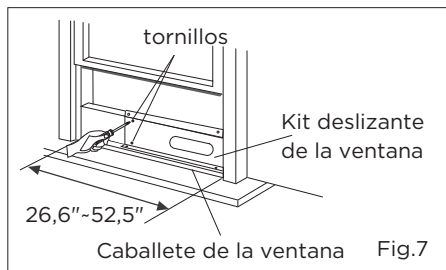
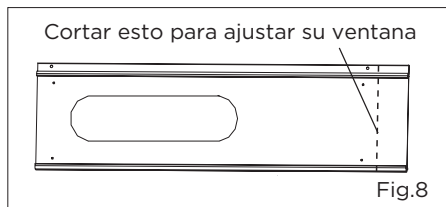
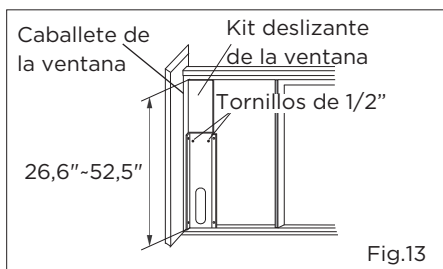

Fig.7
Fig.8
Fig.13
2. Abrir el marco de la ventana y colocar el kit deslizante de la ventana en el caballete de la ventana (Fig.7). Instalar el kit deslizante de la ventana en el caballete de la ventana. Ajustar la longitud del kit deslizante de la ventana según el ancho de la ventana. Atornillar los dos tornillos en el kit deslizante de la ventana. Ver (Fig.7). Cortar el kit deslizante ajustable de la ventana si el ancho de la ventana es menor que 26,6 pulgadas (Fig.8).
2. Abrir el marco de la ventana y colocar el kit deslizante de la ventana en el caballete de la ventana (Fig.13). Instalar el kit deslizante de la ventana en el caballete de la ventana. Ajustar la longitud del kit deslizante de la ventana según la altura de la ventana.
Atornillar los dos tornillos en el kit deslizante de la ventana. Ver (Fig.13). Cortar el kit deslizante ajustable de la ventana si la altura de la ventana es menor que 26,6 pulgadas (Fig.8).